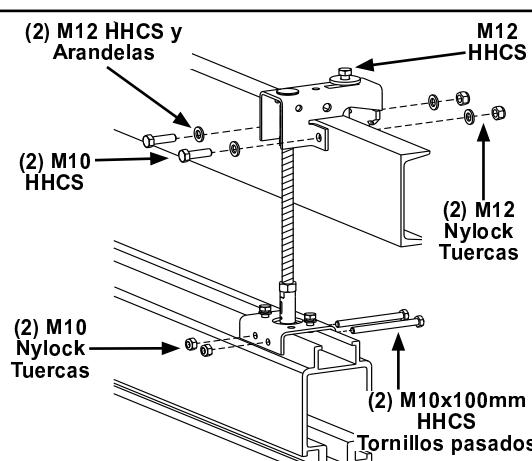

Figura 3-40
- Paso 4. Sujete la cuña a la estructura de acero, apriete tuerca Nylock M12 en M12 x 100 mm HHCS. **Apriete hasta que tornillo asiente + ¼ de vuelta**. DNo apriete de más, puede doblar el soporte. Vea Figura 3-40.